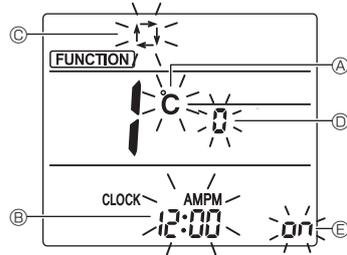

Fig. 5-15
Der Bildschirmanzeige-Einstellungsbildschirm erscheint. (Fig. 5-15)
5.13.2. Ändern der Temperatureinheit (Fig. 5-15 Ⓐ)
- Drücken Sie die **TEMP**-Taste ⑤.
5.13.3. Ändern der Zeitanzeige (Fig. 5-15 Ⓑ)
- Drücken Sie die **TIME**-Taste ⑥.
5.13.4. Ändern des AUTO-Modus (Fig. 5-15 Ⓒ)
- Drücken Sie die **MODE**-Taste ⑦.
5.13.5. Ändern von Paar Nr. (Fig. 5-15 Ⓓ)
- Drücken Sie die **DOWN**-Taste ④.